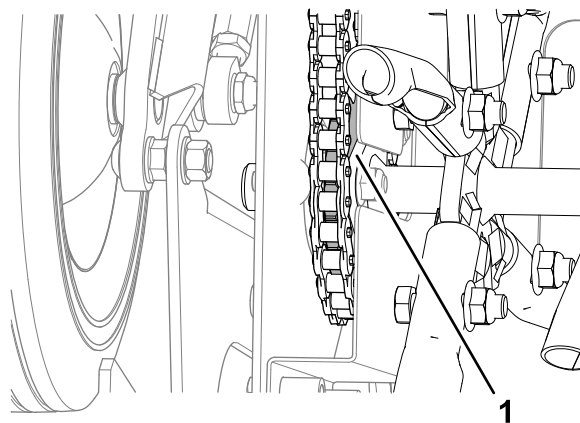

**Рисунок 64**
1. Наденьте ремень на шкив трансмиссии (Рисунок 64).